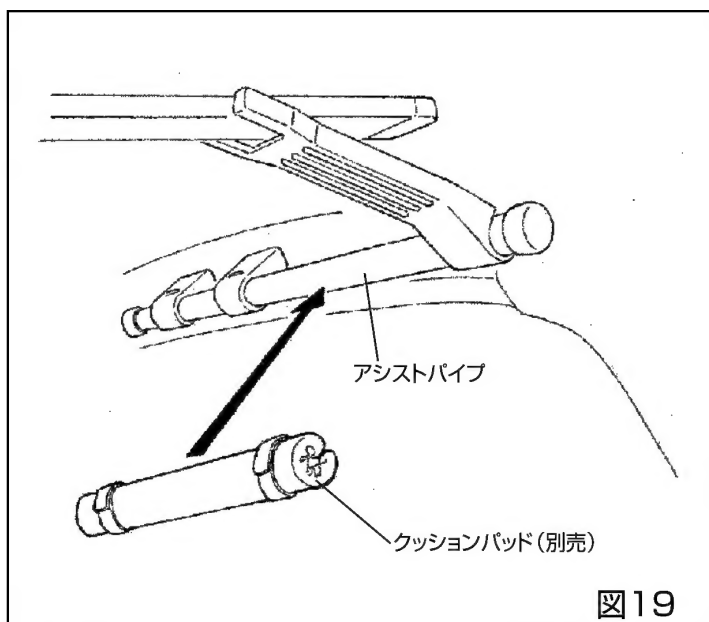

図19
- 4) 乗降時や悪路走行時等で、アシストパイプに頭部が当たる場合は、別売のクッションパッドの使用をおすすめします(図19)。